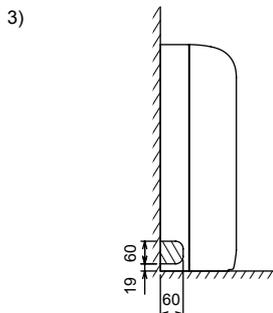

Fig. 3-9
3) Para tubagem esquerda (Fig. 3-9)